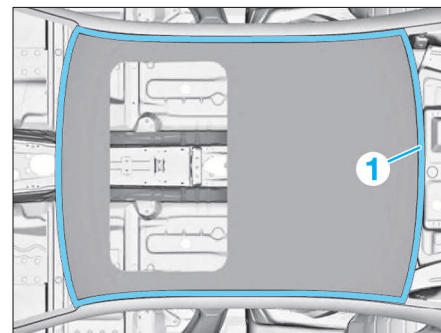

FIG. 44
- Défaire les cordons de soudure dans la zone (1) (Fig.44).